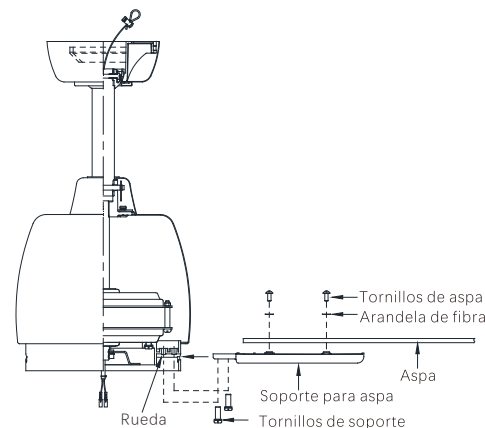

Imagen 15
**Paso 1.** Acople las aspas a los soportes para aspas con los tornillos de aspa y las arandelas de fibra incluidas. (Imagen 15) Al montar las aspas en los soportes de aspa, asegúrese de que estén planas las aspas. Ajuste cada tornillo de aspa para fijar, luego repita esto para cada aspa.
**Paso 2.** Coloque un soporte para aspa dentro de la rueda. (Imagen 15) Alinee los agujeros de montaje del soporte para aspa con los agujeros de montaje en la rueda, acople el soporte para aspa a la rueda con los tornillos de soporte incluidos, y ajuste los tornillos de soporte para fijarlos. Repita el paso para el resto de los soportes para aspa.